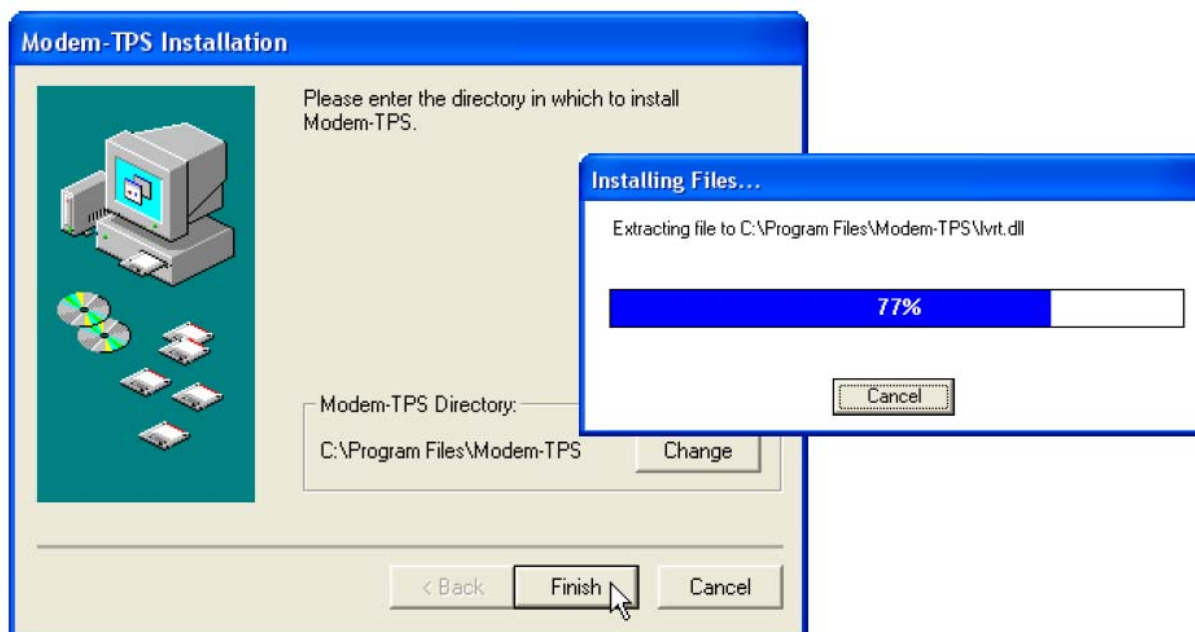

Рисунок 2-2. Выбор папки размещения и установка Modem TPS
2. Выберите место установки по умолчанию или новое. Щелкните на кнопке **Finish**.(см. рис. 2-2)